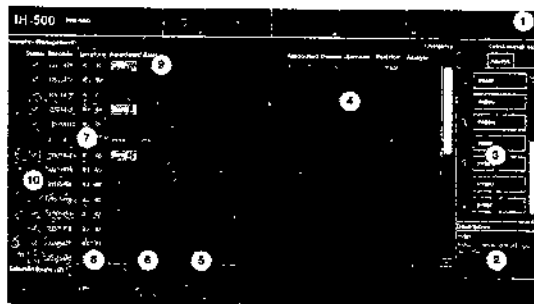

Fig. 8-5 Pantalla Samples Management (Administración muestras) (Modo cruzado)
Se mostrarán los **Associated donors (Donantes asociados)** (4) y los **Associated Assays (Ensayos asociados)** (7) (Fig. 8-5).